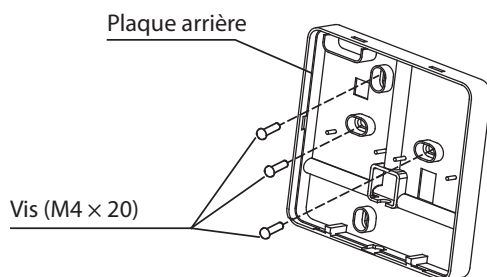

Fig 2-5
- Pour un montage apparent, fixez la plaque arrière au mur avec les 3 vis (M4 × 20) et les chevilles. (Fig.2-5)